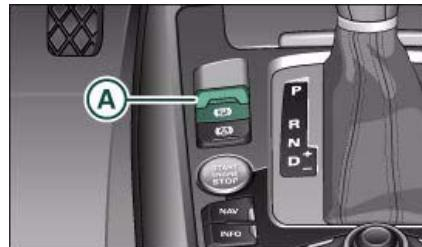

Fig. 103 Consola central: Freno de estacionamiento
- Para poner el freno de estacionamiento, tire de la tecla **(A)** ⇒ fig. 103. Los testigos de control **(P)** dispuestos en la tecla y en la pantalla del cuadro de instrumentos lucen.